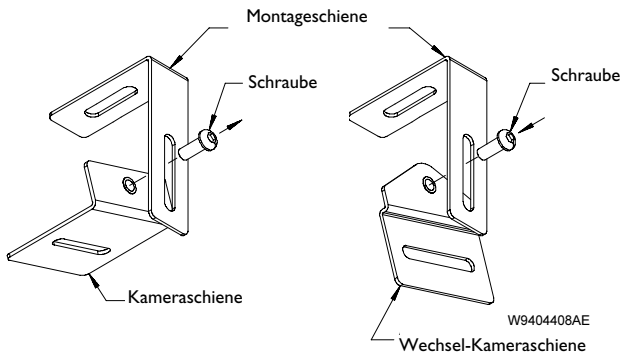

Abbildung 5: Von vertikaler Kamerainstallation auf horizontale Installation wechseln
1. Falls es erforderlich ist, die Kamera horizontal an der Wand zu installieren, müssen die Kameraschienen der Installationsvorrichtung entfernt und gegen die im Zubehörset befindliche Kameraschiene ausgetauscht werden. Siehe Abbildung 5.